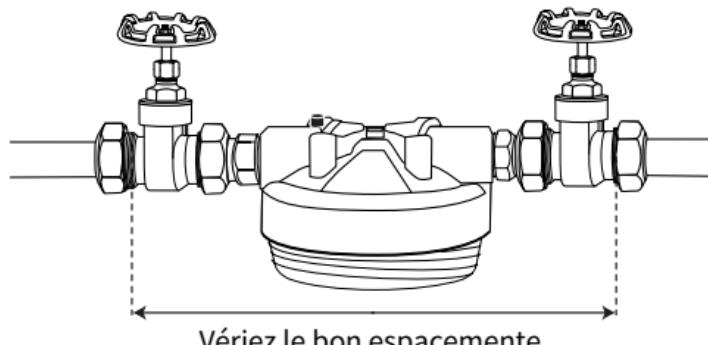

Figure 2
4. Si vous utilisez des vannes d'arrêt, installez-les sans serrer des deux côtés pour calculer le espace des composants. Mesurer la distance et marquer le tuyau en conséquence (voir Figure 2).